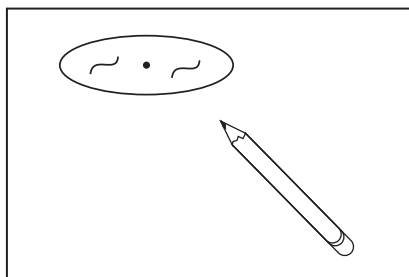

Figure 2
Étape 1. Repérer le centre de l'ouverture proposée dans le plafond et utiliser un gabarit pour tracer et découper avec précision la découpe de 11,1 cm (Fig 2).